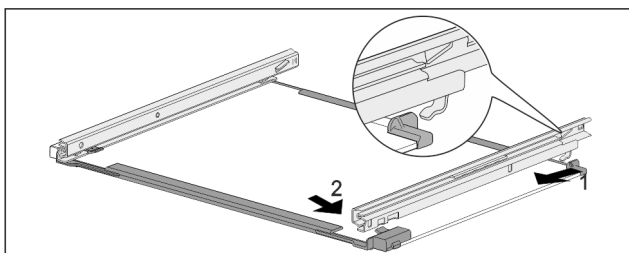

Fig. 181 Sklenená doska s kolajničkami
- ▶ Zaháknite kolajničku vzadu. Fig. 181 (1)
- ▶ Zaklapnite kolajničku vpredu. Fig. 181 (2)